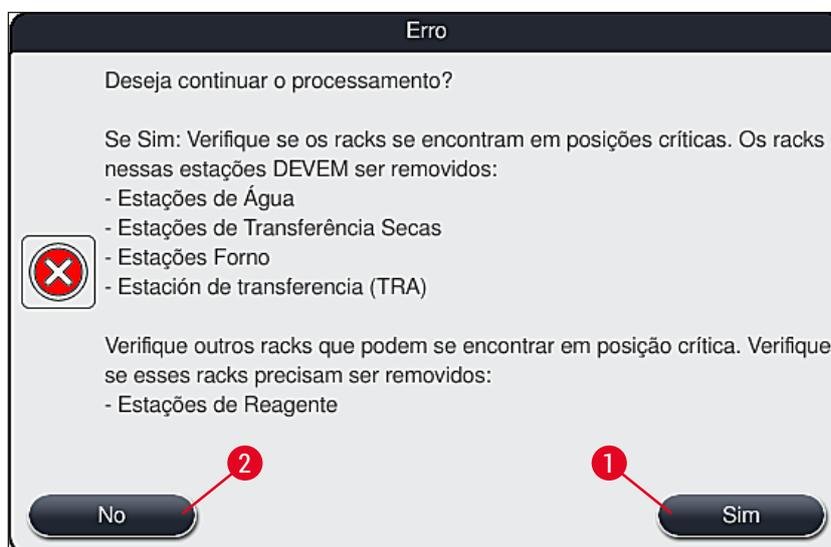

Fig. 110
4. Em seguida, o usuário tem a opção de selecionar se o processo de coloração precisa ou não ser retomado (→ P. 136 – 8.2.2 Retomada do processo de coloração após uma falha de energia elétrica) ou cancelado (→ P. 138 – 8.2.3 Cancelamento de todos os processo de coloração após uma falha de energia elétrica) (→ "Fig. 110").
2. Remova os racks críticos do aparelho, de acordo com a mensagem de informações (→ "Fig. 110") anterior e confirme a remoção pressionando a estação correspondente (→ "Fig. 111-1") na tela.
O cancelamento do processo de coloração e o retorno ao menu de seleção anterior (→ "Fig. 110") pode ser desfeito pressionando o botão **Cancelar** (→ "Fig. 112-2").